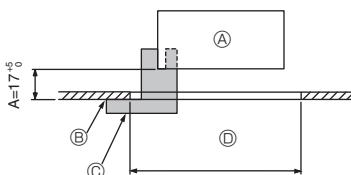

Fig. 9-2
①	Gitter	1	950 x 950 (mm)
②	Monteringsmåler	1	(Delt inn i 4 deler)
③	Skrue (4 x 16)	1	For PLP-6EAE, PLP-6EALE, PLP-6EALME
④	Hjørnepanel for i-see-sensor	1	For PLP-6EAE, PLP-6EALE, PLP-6EALME2
⑤	Trådløs fjernkontroll	1	For PLP-6EALM2, PLP-6EALME2
⑥	Holder for fjernkontroll	1	Inkludert når utstyrt med den trådløse fjernkontrollen. *
⑦	LR6 AA-batterier	2	Inkludert når utstyrt med den trådløse fjernkontrollen. *
⑧	3,5 x 16 senkeskruer	2	Inkludert når utstyrt med den trådløse fjernkontrollen. *
9.2. Gjøre klar til å feste gitteret (Fig. 9-2)
- Bruk måler ② som følger med dette settet, til å kontrollere og justere plasseringen av hovedenheten i forhold til takoverflaten. Hvis hovedenheten ikke er korrekt plassert i forhold til takoverflaten, kan det oppstå luftlekkasjer eller samle seg kondens.